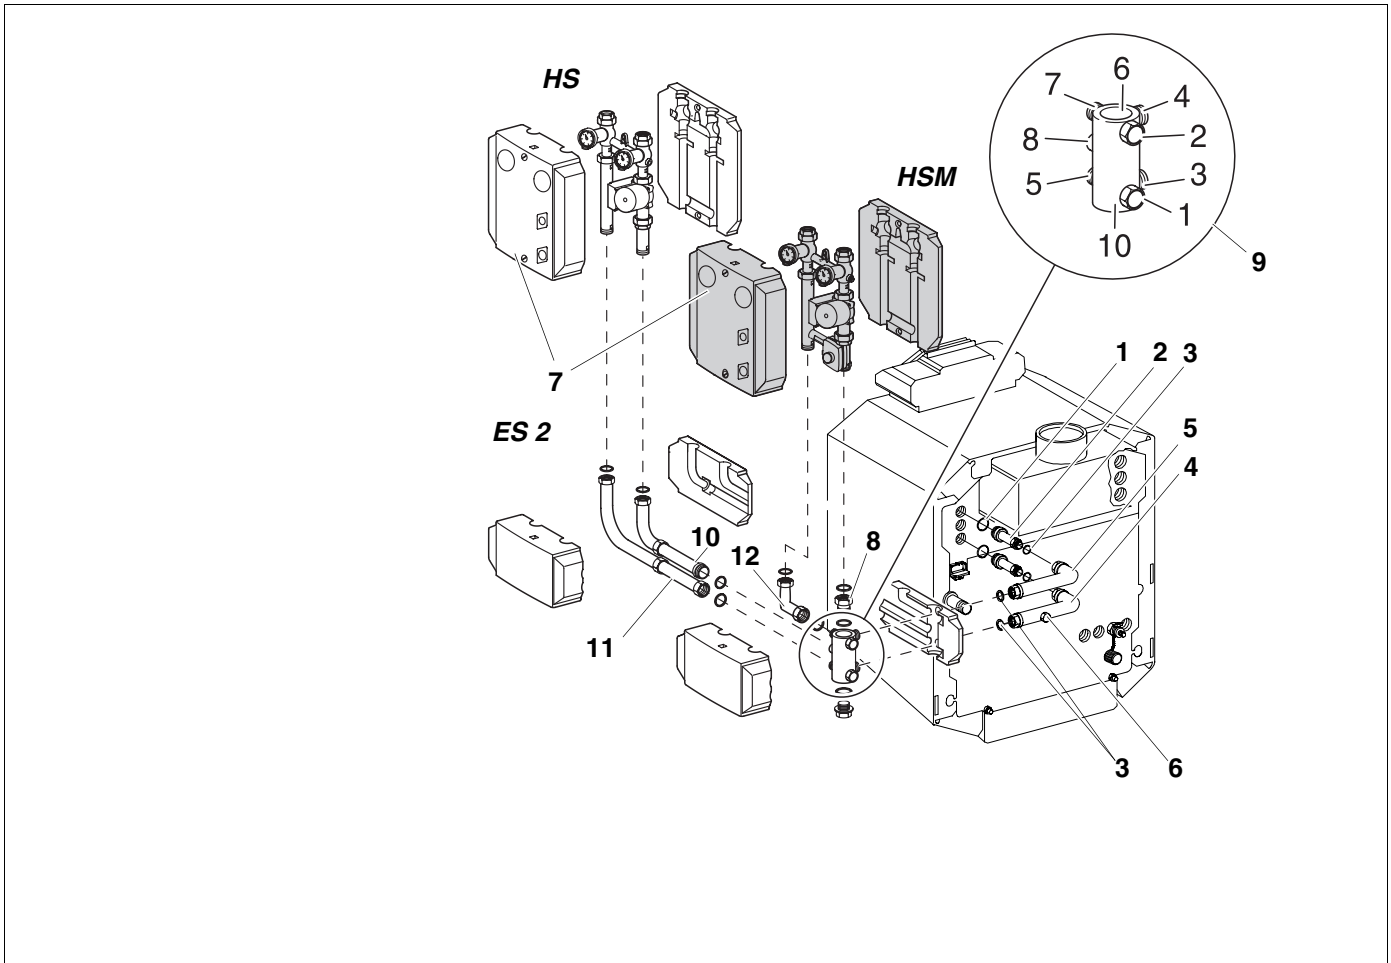

Abb. 11 Seitlich parallel Rechtsanbau
Legende zu Abb. 11
Die Nummerierung der Anschlüsse am eingebauten Multifunktionsverteiler muss unbedingt mit der Nummerierung in Abb. 11 übereinstimmen, sonst stimmen die Vor- und Rücklaufanschlüsse von der Kesselseite mit der Heizkreisseite nicht überein!
- In Rücklaufrohr (4) eine Dichtung (3) in die Überwurfmutter einlegen. Rücklaufrohr (4) locker mit dem Einschraubstutzen verschrauben.
- Dichtungen (3) in die Verschraubungen der waagerechten Rohrstücke (Vor- und Rücklauf) einlegen.
- Multifunktionsverteiler (9) mit dem Abgang Nr. 4 an das Vorlaufrohr (5) anschrauben.
- Multifunktionsverteiler mit dem Abgang Nr. 3 an das Rücklaufrohr (4) anschrauben.
- Das Adapterstück (8) von oben in den Abgang Nr. 6 des Multifunktionsverteilers drehen.
- Dichtung (3) in die Winkelverschraubung (12) einlegen und die Winkelverschraubung mit dem langen Schenkel auf den Abgang Nr. 7 des Multifunktionsverteilers aufschrauben.
- Dichtungen (3) in das Adapterstück (8) und in die Winkelverschraubung (12) einlegen.
- Heizkreis-Set mit (HSM) oder ohne Mischer (HS) entsprechend Abb. 11 aufschrauben.